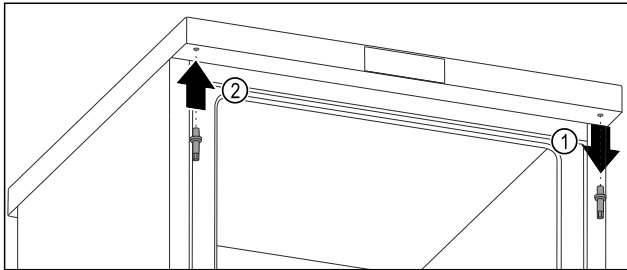

Fig. 21
- Draai de bovenste bout los met een inbussleutel. Fig. 21 (1)
- Draai de bout aan de andere kant vast met een inbussleutel. Fig. 21 (2)